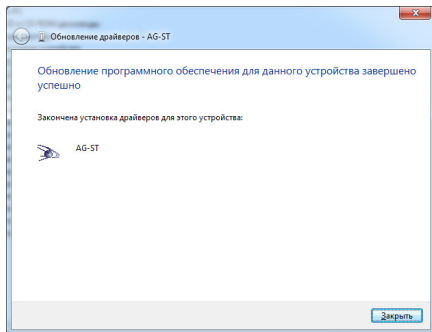

Рис.4. Установка драйверов завершена.
6. После успешной установки драйверов система распознает подключенное устройство (рис.4). Для завершения работы с Мастером обновления нажмите кнопку «Заккрыть».